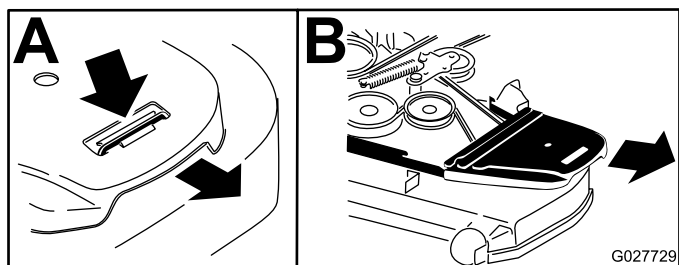

Figura 58
4. Retire las cubiertas de la correa (Figura 58).